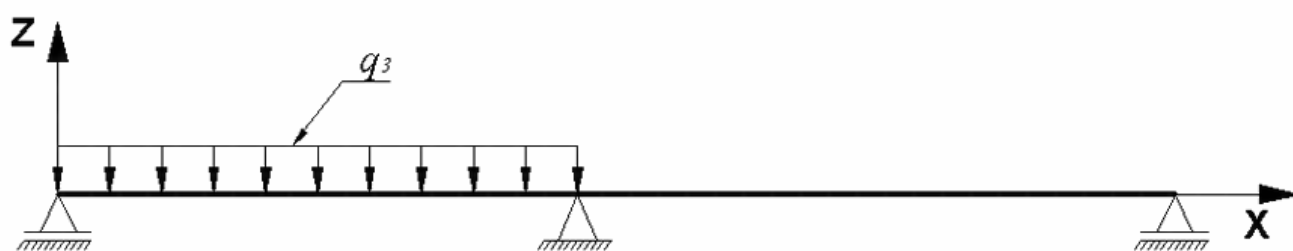

Рис.19.5. Схема загрузки балки (Загрузка 3)
- загрузка 3 – равномерно распределенная в первом пролете $q_3 = 0.87$ т/м (рис.19.5);